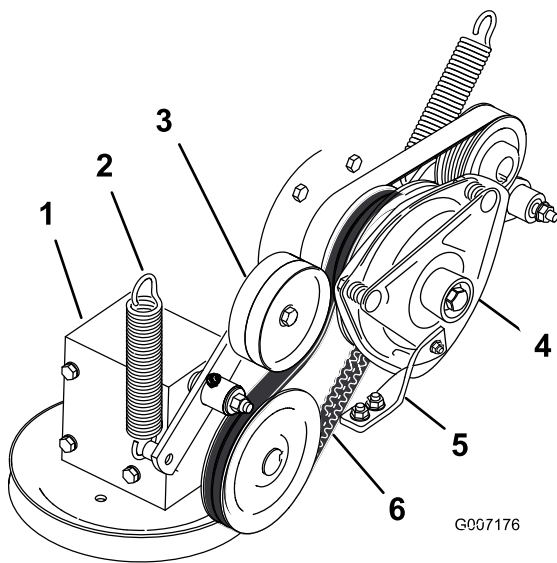

Figure 67
4. Décrochez le ressort du bras de la poulie de tension (Figure 67).
7. Montez la nouvelle courroie d'entraînement de PDF autour de la poulie d'embrayage et de la poulie du boîtier d'engrenages (Figure 67).
9. Raccrochez le ressort au bras de la poulie de tension (Figure 67).